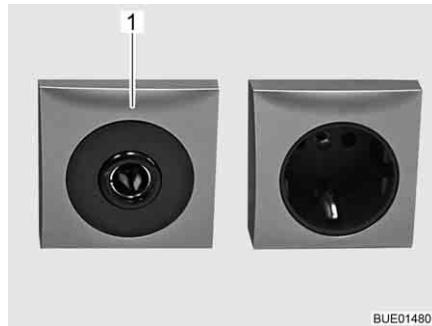

Fig. 164 Presa a 12 V/10 A
- ▷ Alle prese (Fig. 164,1) della rete di bordo a 12 V, connettere solo apparecchi funzionanti al massimo a 10 A.